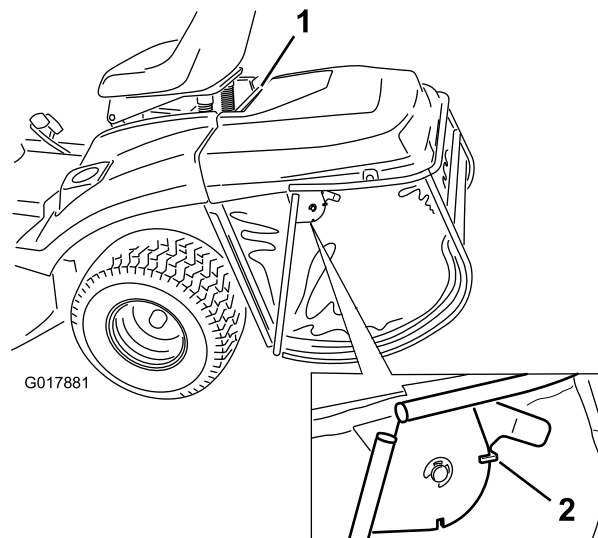

Figura 38
1. Bloquee el cierre de bloqueo del recogedor (Figura 38).